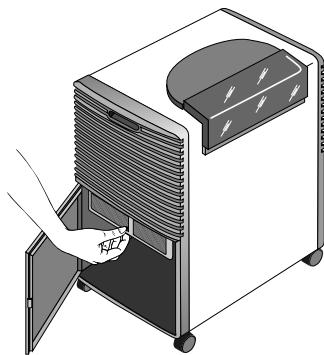

Fig. 4
- Para sacar el filtro de aire, abrir la puerta, sacar el depósito y extraer el filtro tirándolo hacia abajo (fig.4).